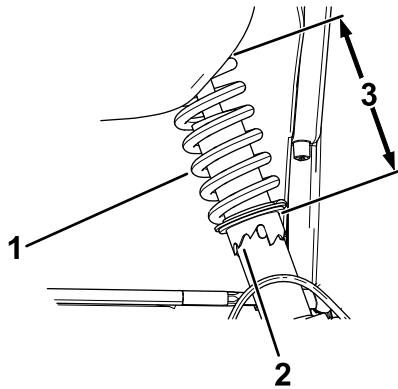

Bild 45
2. Wenn der Radsturz nicht richtig eingestellt ist, drehen Sie den Stelling am Stoßdämpfer mit einem Gabelschlüssel, um das Rad einzustellen (Bild 45).